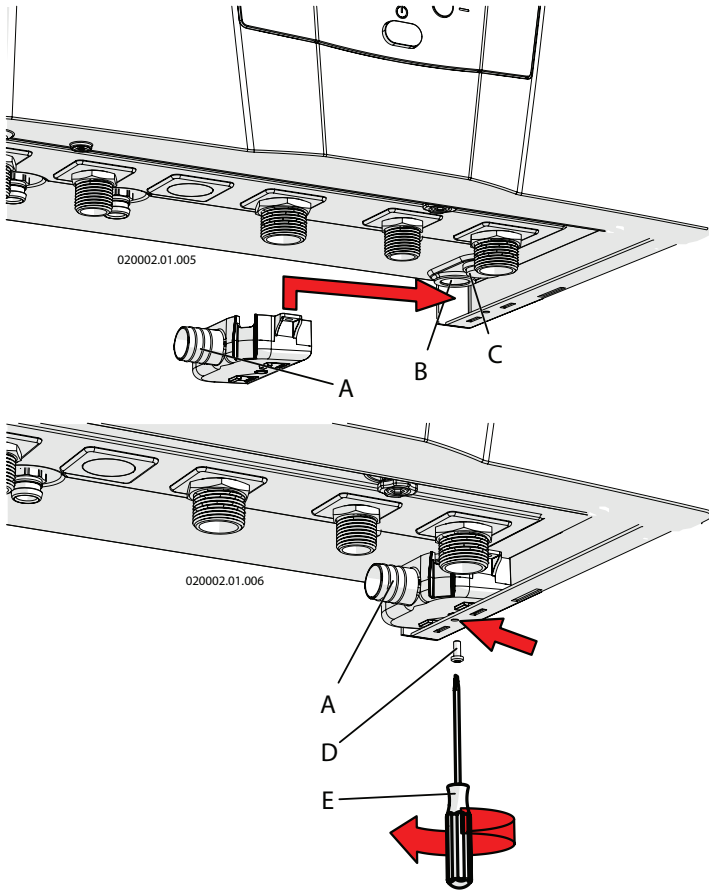
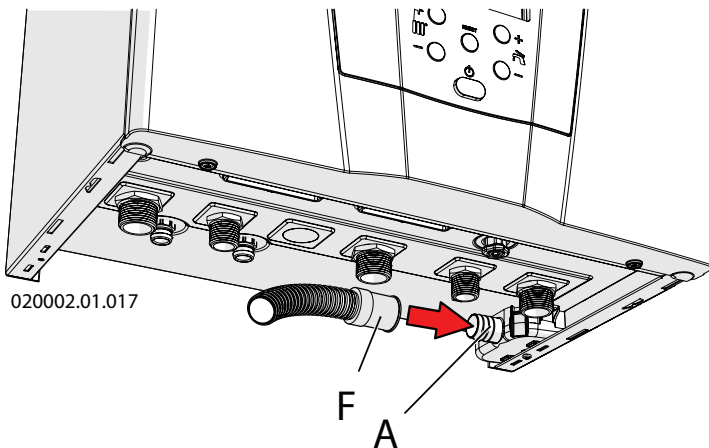
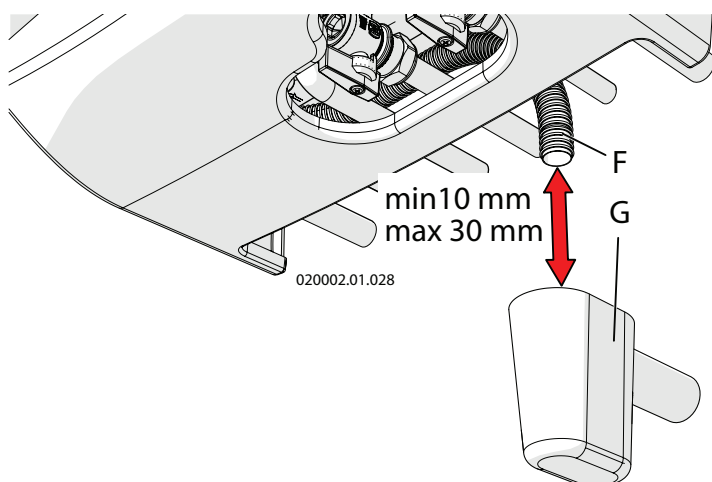

Figura 5-5 - Collegamento scarico valvola di sicurezza e scarico condensa
Figura 5-6 - Tubo di scarico condensa
Figura 5-9 - F = tubo di scarico condensa
L'apparecchio è predisposto all'interno di un sifone per l'evacuazione dei condensati (vedere figure 3-2 e 3-4 particolare "40") e per prevenire la fuoriuscita dei prodotti della combustione, la cui terminazione corrisponde al condotto "B" di cui alla figura 5-5. Tale terminazione deve essere convogliata in un ulteriore sifone antiodori (figura 5-9 particolare "G") in modo da prevenire il ritorno di cattivi odori in ambiente (il sifone antiodori "G" è fornito su richiesta).
La vaschetta "A" è montata di fabbrica come indicato in figura 5-5, il tubo di scarico "F" è montato di fabbrica come indicato in figura 5-6.
- ☞ per locale ad uso abitativo e per locale ad uso ufficio con un numero di utenti superiore a 10, può essere collegato all'impianto di smaltimento reflui domestici a mezzo di opportuno sifone con disgiunzione atta a prevenire la pressurizzazione del sistema (sifone predisposto all'interno dell'apparecchio) e a prevenire il ritorno di cattivi odori dalla fogna (particolare "G" di figura 5-9). Se il locale ad uso ufficio ha un numero di utenti inferiore a 10, prima del collegamento con lo scarico dei reflui domestici è opportuno un neutralizzatore di condense (vedere il capitolo 9 per il valore di acidità delle condense e per la quantità).
Lo scarico della valvola di sicurezza (particolare "C" di figura 5-5), insieme allo scarico condensa (particolare "B" di figura 5-5) deve essere convogliato ad un tubo "F" (vedi figura 5-6) di diametro interno minimo di 13 mm; il tubo "F" deve poi essere portato al sifone antiodori (particolare "G" figura 5-9). Tale scarico con sifone è atto ad evitare sovrappressioni in caso di apertura della valvola e da modo all'utente di verificarne l'eventuale intervento.
Il tubo "F" di figura 5-6 è fornito di serie insieme alla vaschetta "A" di figura 5-5. Il sifone antiodori "G" di figura 5-9 è fornito su richiesta.